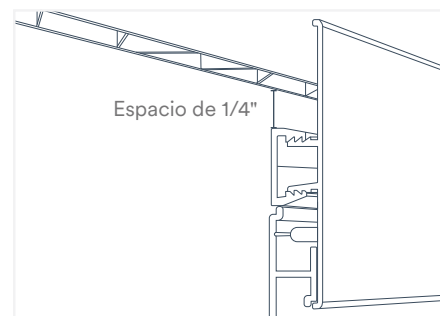

Fig. 37
1. Coloque la base del canal en U de modo que, cuando se inserte el encaje a presión del canal en H, el borde exterior del encaje a presión del canal en H se alinee con la ranura de la fila superior del panel SlatWall (Fig. 37). Al fijar la base del canal en U a la pared, deje un espacio de aproximadamente 1/4" entre la base del canal en U y el panel Wall&CeilingBoard instalado sobre el área SlatWall. [\[Mira cómo\]](#)